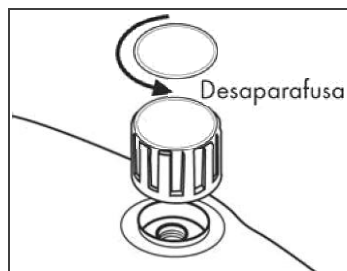

Fig. 16
Desacredar a pressão no caldeiro desligando a interruptor do caldeiro (11) e fazendo descrever todo o vapor através do botão vapor (18) colocado na empunhadura, depois desligar a chave geral (T.O). Após ter deixado arrefecer devidamente a caldeira, desconectar a ficha do tornado de corrente, abrir lentamente a tampa de segurança (Fig. 16). Desenganchar o corpo do moquino (1) do reservatorio de recolho (2).